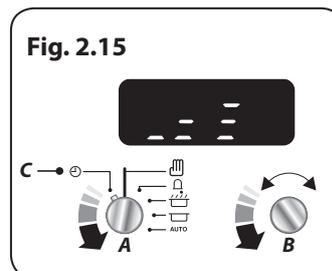

Fig. 2.15
Tournez le bouton du Programmateur (A) sur la position Horloge (C). Tournez le bouton Réglage (B) dans le sens antihoraire jusqu'à ce que les barres de volume s'affichent (**Fig. 2.15**).